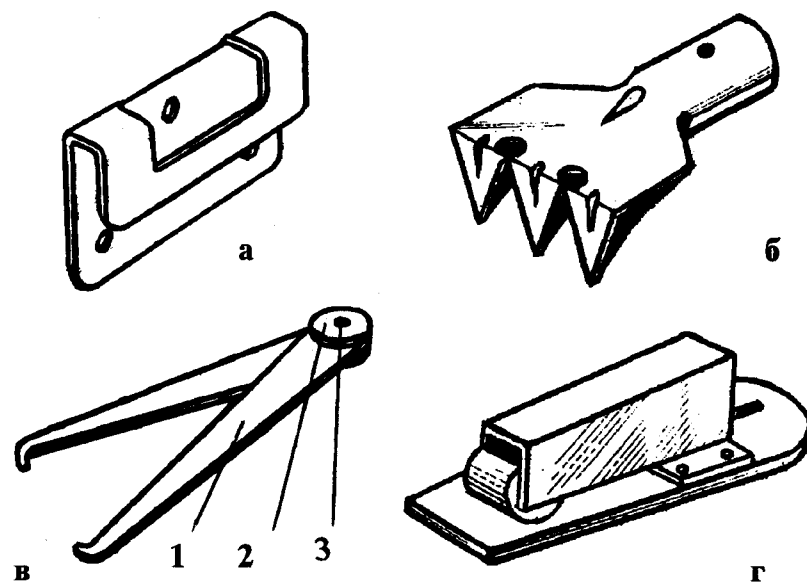

Рис. 66. Изделия из сортового проката: а — ручка для дверки шкафчика, ящика; б — рыхлитель; в — нутромер: 1 — ножка; 2 — шайба; 3 — ось; г — зажим для таблиц
На рис. 66 показаны некоторые изделия, которые могут быть объектами вашего труда. Ручка и рыхлитель (рис. 66, а, б) являются однодетальными изделиями, а нутромер и зажим (рис. 66, в, г) — многодетальными.
1. Разработайте технологическую карту на изготовление ручки (рис. 66, а), шаблона (рис. 60) или другого изделия, предложенного учителем.
1. Разметьте заготовки шаблона для контроля углов (рис. 60), приспособления для изготовления заклепок (рис. 61), нутромера (рис. 66, в) и других деталей.